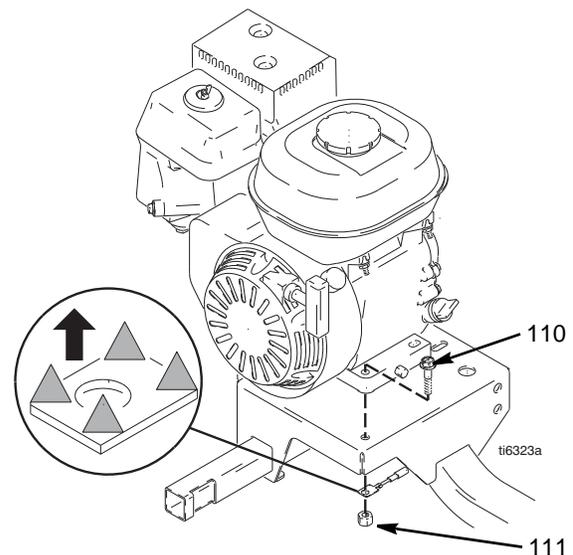

ABB. 13
3. ABB. 13. Die zwei Sicherungsmuttern (111) und Schrauben (110) aus dem Motorsockel entfernen.
2. ABB. 13. Zwei Schrauben (110) in den Motorsockel eindrehen und mit Sicherungsmuttern (111) sichern. Mit 27,12 Nm festziehen.
2. Abb. 13. Zwei Schrauben (108) entfernen und die Abdeckung (62a) öffnen.